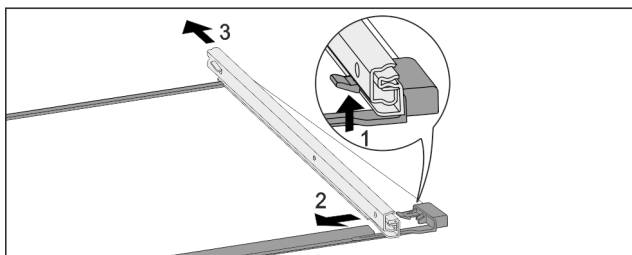

Fig. 110 Стъклена плоча с релси
- ▶ Натиснете нагоре предните фиксиращи палци. Fig. 110 (1)
- ▶ Плъзнете изтеглящата релса настрани Fig. 110 (2) и назад Fig. 110 (3).